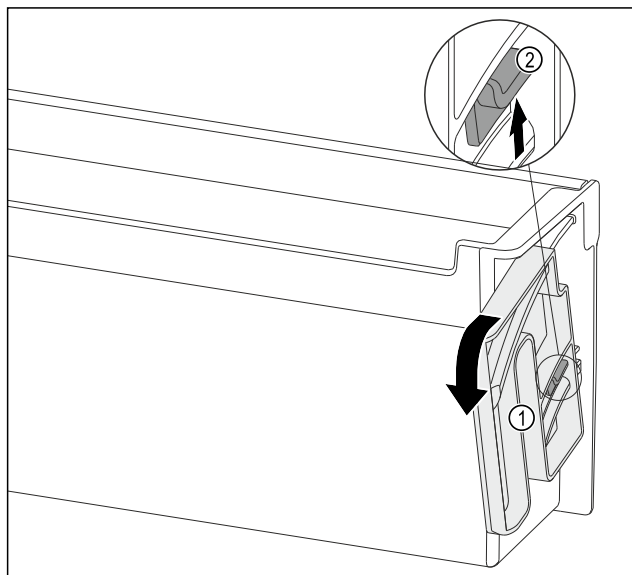

Fig. 124
- Ruotare l'unità di rotazione Fig. 124 (1) nella direzione indicata fino all'arresto.
- Premere la linguetta Fig. 124 (2) verso l'alto e rimuovere l'unità di rotazione Fig. 124 (1).